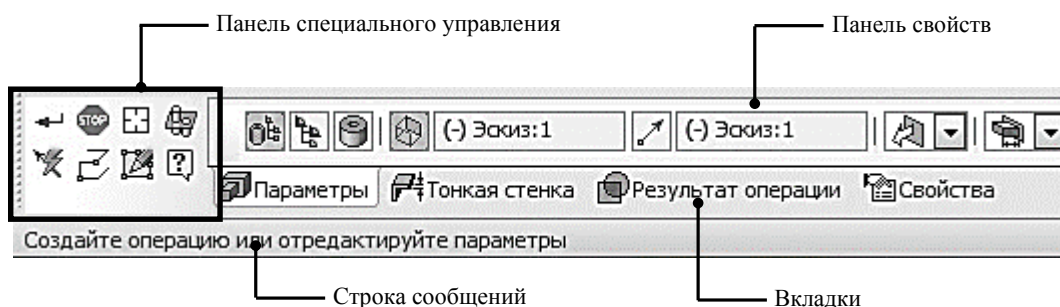

Рис. 157. Панель свойств и строка сообщений
**Панель свойств** (рис. 157) служит для управления процессом выполнения команды. На ней расположены одна или несколько вкладок и **Панель специального управления**.